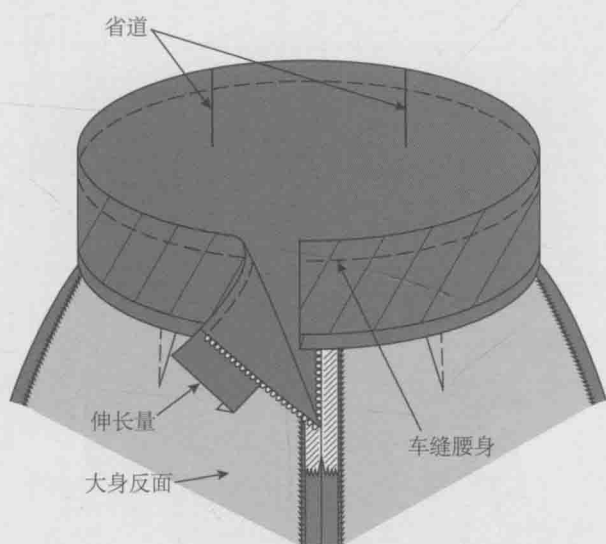

图1.4A 将腰身的衬布缝到服装上
1. 用粗缝将腰身正面与服装反面缝合,连接刀眼(见图1.4A)。
3. 检查腰身伸长量的位置是否正确(见图1.4A)。